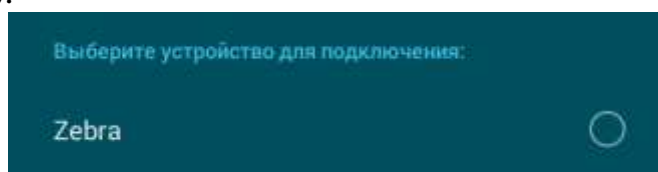

Рисунок 2.33
2.3.7.5.5 По завершении поиска выбрать из списка устройство, кликнув на него (рисунок 2.33).